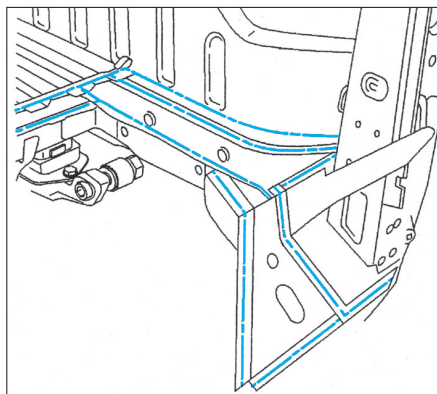

FIG. 129
- Préparer les bords d'accostage et les protéger par un apprêt soudable (Fig.129).